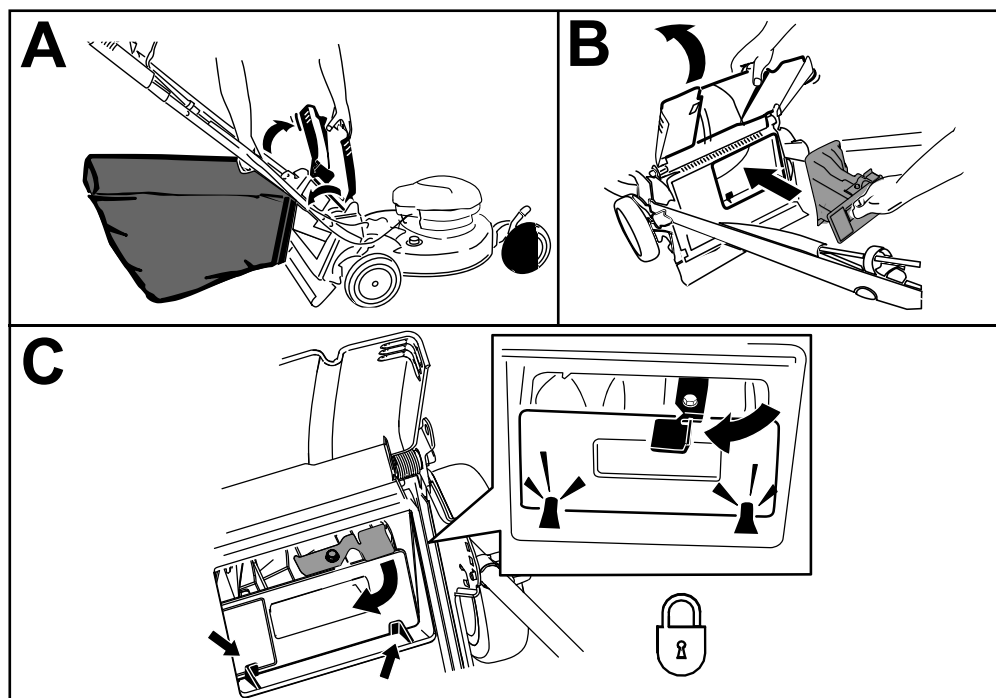

Figura 18
1. Levante y sujete el deflector trasero y levante la bolsa de recogida por el asa para separarla de las muescas de los soportes del manillar (Figura 18, A).
2. Instale el tapón trasero (Figura 18, B).
Importante: Asegúrese de que el tapón trasero está bloqueado en su sitio. Para bloquear el tapón, presione firmemente hasta que encaje en su lugar detrás de las pestañas, y gire la palanca del tapón a la izquierda (Figura 18, C).